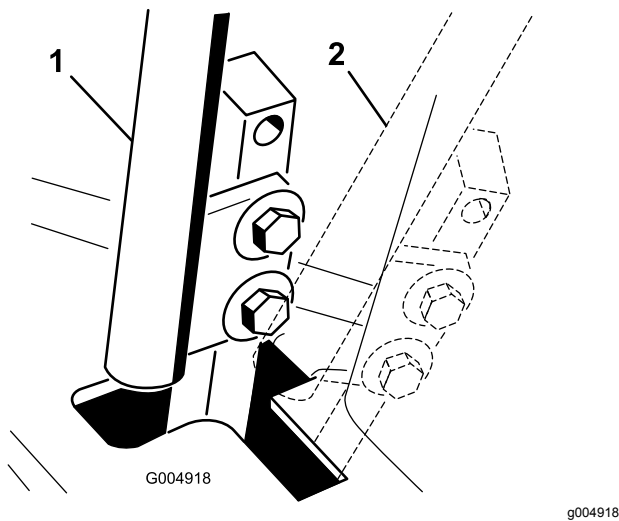

Figure 79
4. Placez le levier de commande au POINT MORT, sans le verrouiller (Figure 79).
6. Vérifiez la position du levier par rapport au cran de la console (Figure 79).